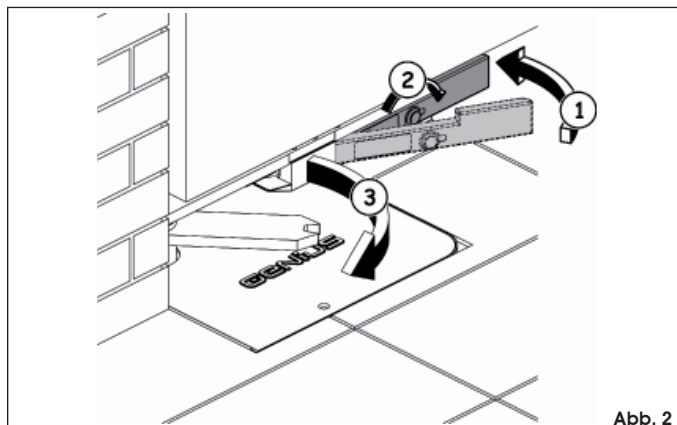

Abb. 2
- Colocar la palanca nuevamente en su posición de reposo (Fig. 2 ref. ①)
- Introducir la llave de desbloqueo en la cerradura y girarla hasta el tope en la dirección opuesta a la columna (Fig. 2 ref. ②)
- Mover manualmente la cancela hasta que la cerradura se enganche en la barra de bloqueo (Fig. 2 ref. ③)